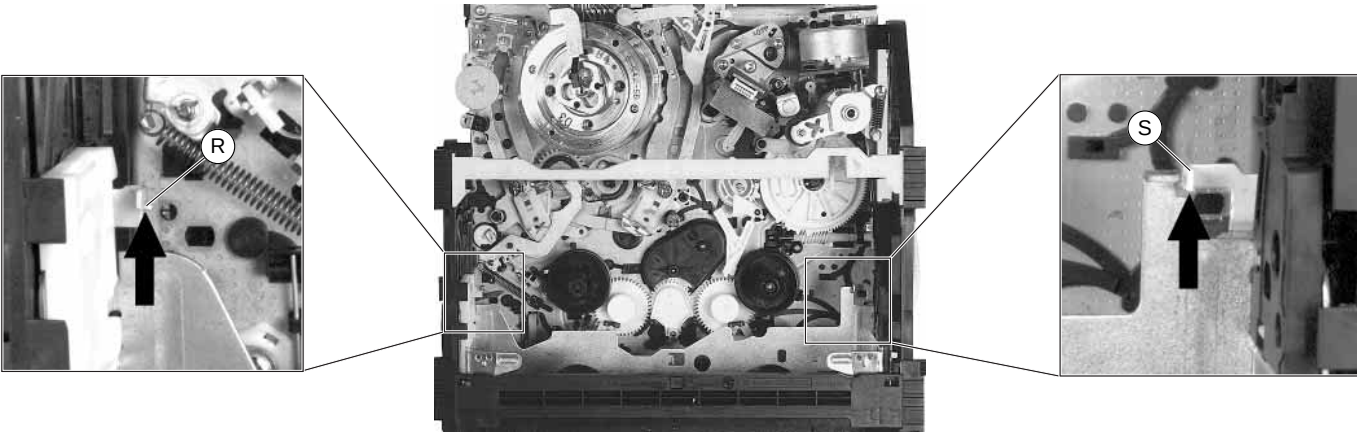
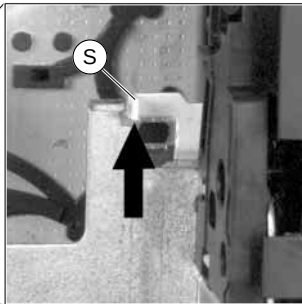

Fig. 1
Fig. 2
- Dégager les verrous **R** (Fig. 1) et **S** (Fig. 2) du logement de cassette tout en poussant celui-ci suffisamment vers l'intérieur jusqu'à ce qu'il commence légèrement à descendre.
- Release the locks **R** (Fig. 1) and **S** (Fig. 2) of the cassette compartment and move it inwards until the cassette compartment lowers by a small amount.
- Dégager les verrous (R) (Fig. 1) et (S) (Fig. 2) du logement de cassette tout en poussant celui-ci suffisamment vers l'intérieur jusqu'à ce qu'il commence légèrement à descendre.
- Release the locks (R) (Fig. 1) and (S) (Fig. 2) of the cassette compartment and move it inwards until the cassette compartment lowers by a small amount.